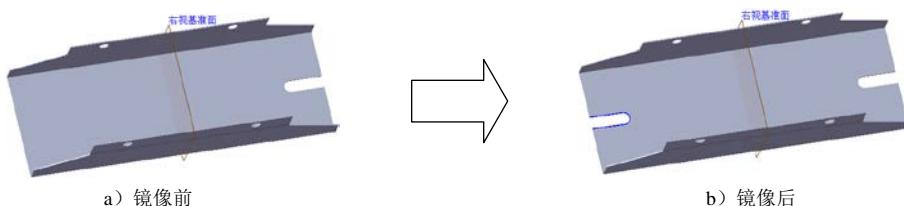

图 11.2.31 镜像 1
(3) 定义切除深度属性。在“切除一拉伸”对话框**方向1**区域中选中与厚度相等(L)复选框与正交切除(N)复选框，其他选择默认设置值。
(4) 单击 \checkmark 按钮，完成切除一拉伸3的创建。
Step11. 创建图11.2.31所示的镜像1。
(1) 选择命令。选择下拉菜单**插入(I)** \rightarrow **阵列/镜向(E)** \rightarrow **镜向(M)…**命令。
(2) 定义镜像基准面。选取右视基准面作为镜像基准面。
(3) 定义镜像对象。选择切除一拉伸3作为镜像1的对象。
(4) 单击 \checkmark 按钮，完成镜像1的创建。